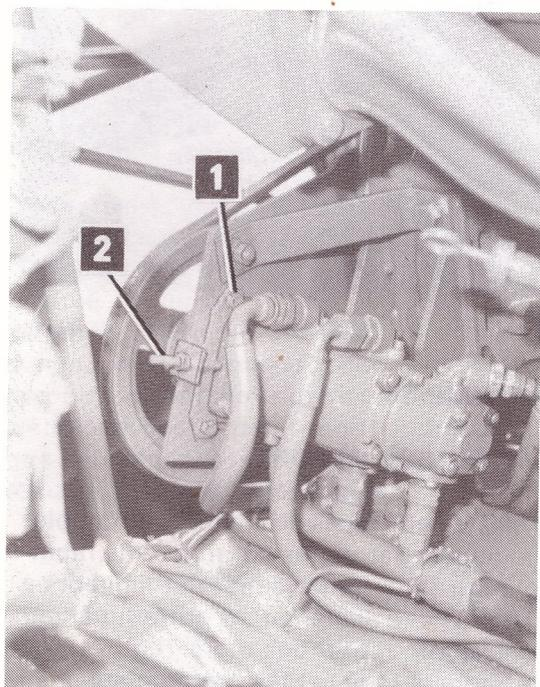

FIG. 60
La tension se règle en desserrant les écrous (1 fig 60) des vis de fixation du support de pompe, puis en agissant sur le tendeur (2). Après l'opération, rebloquer les écrous.